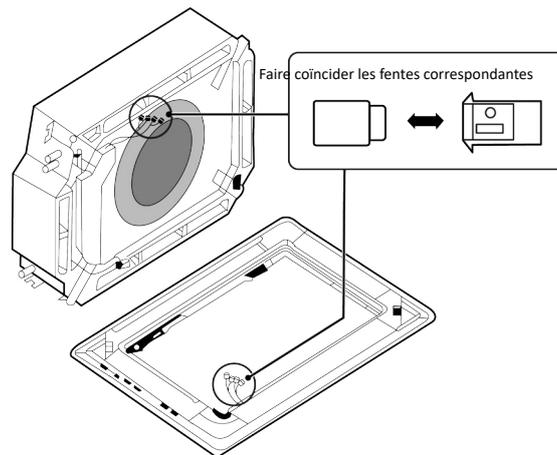

Fig.4.4.3
- 3 Insérez les bornes (femelle) du panneau de décoration aux embouts (mâle) de l'unité principale comme indiqué sur la Fig.4.4.3.